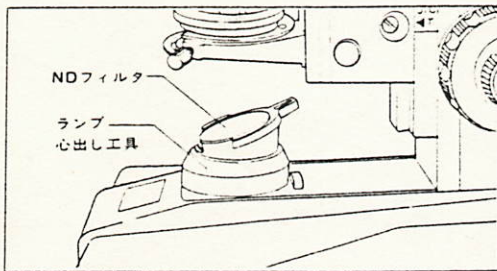

図4
- 2) フィールドレンズ上にランプ心出し工具をかぶせ、その上にND16フィルタを載せます。(図4)